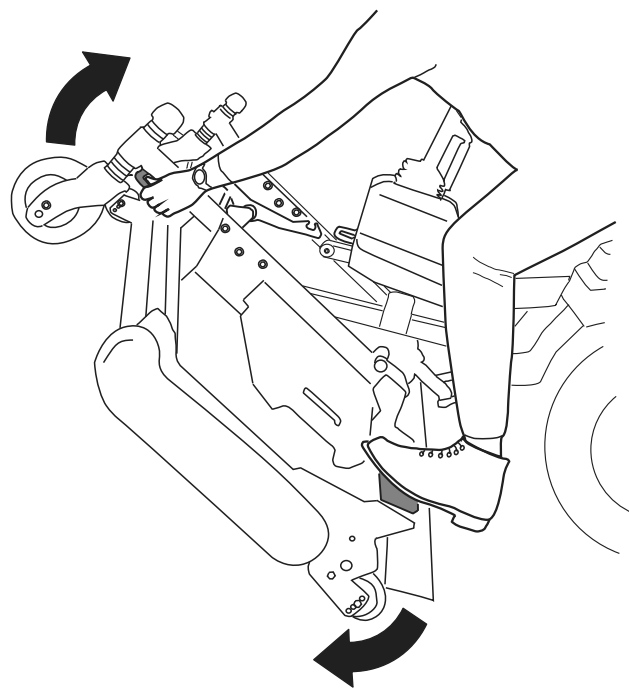
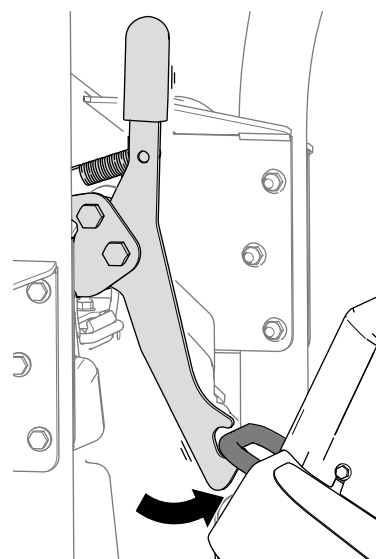

Figure 36
Figure 37
5. Tournez l'unité de coupe (Figure 36) de sorte que le verrou s'enclenche sur l'anneau d'arrimage (Figure 37).
1. Dégagez le verrou de l'unité de coupe de l'anneau d'arrimage (Figure 38) en faisant pivoter légèrement l'unité de coupe vers l'avant (voir Figure 36) et en tirant la poignée de verrouillage vers l'avant.